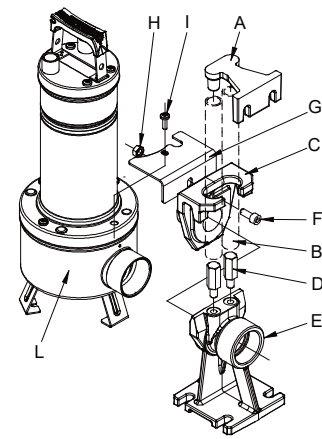

图 2
- 固定安装我们建议使用 DSD2 提升装置（可要求提供-见 图 2）以便于泵的维修。将其安装在泵的出口和管路之间，进行维修 工作时可以不用拆除出口管路。DSD2 装置由 8 分组成：
底座要用相应尺寸的可调螺丝固定在污水箱的底部。管路的导向 支架必须固定在井或泵坑的顶部，嵌在两根 3/4" 管路（未提供）的末端起滑道作用。通过两个管路把支架和底座连接起来。把底座架同泵输水口处的吸入滤网连接，用提供的螺丝 封闭滤网盖和其它。取出水液端 (I) 法兰的上螺栓。装上防旋转套 (G)。装上螺栓 (I)。从耦合脚中抽出导轨，将其与泵出水口相连。按照图中所示方式借助螺栓 (F) 和螺帽 (H) 将导轨固定在泵上。重新将导轨/泵总成放置在基脚上 (图 2)。